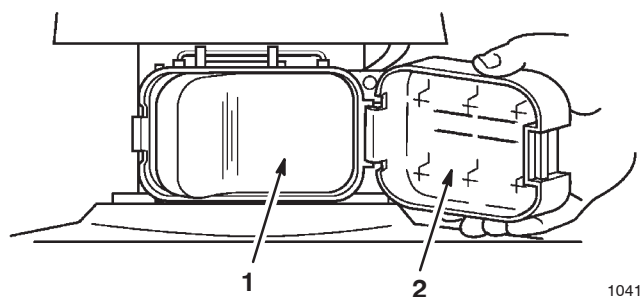

Figure 73
1. Pour retirer le filtre à air, désencliqueter le couvercle, l'ouvrir sur le côté et le décrocher (Fig. 73).